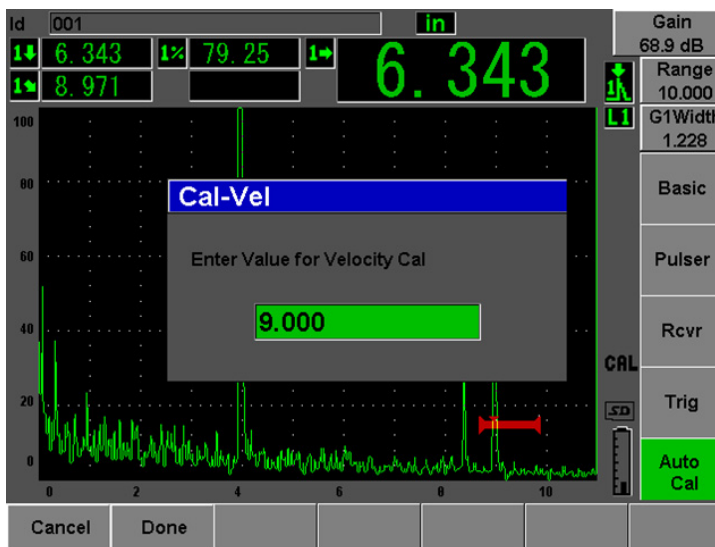

図 10-22 音速校正のためのゲート設定された信号の例
8. **[ゲート：GATES]** キーを使い、試験片の弧からの 2 番目のエコーがゲート設定された範囲内に入るようにゲート 1 を配置します。この反射エコーは、およそ 9 インチ（225 mm）の位置に現れます [189 ページ図 10-22 参照]。